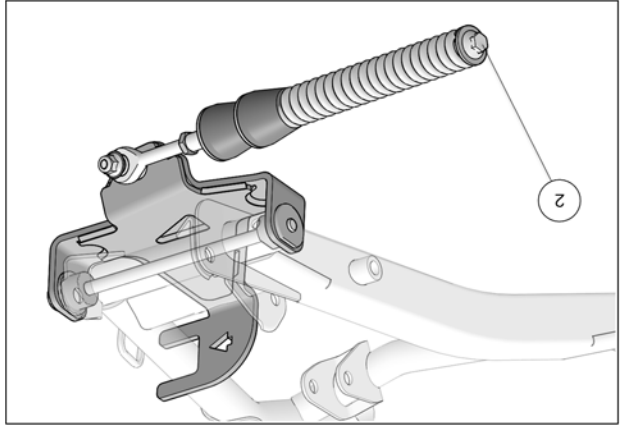

Fig. 11
12. Vérifier que le boulon du ressort (2) est serré au couple recommandé : 75 N•m [55 lb•pi]. Voir Fig. 11